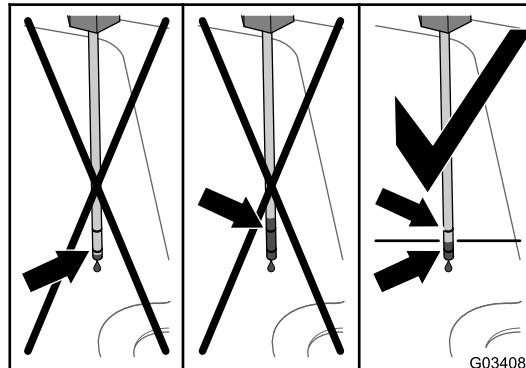

図 99
6. ディップスティックを抜いて油量を点検する図 99。油量は、ディップスティックの2本のマークの間にあれば適正である。
7. 所定の油圧オイルを補給口図 99 から補給する。2 本のマークが示す規定範囲の中間までオイルを入れる。